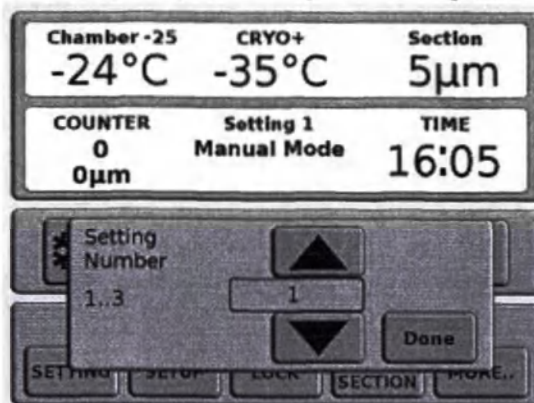

Рисунок 8.43
2. Нажмите кнопку *[SETTING]* (НАСТРОЙКА), появится всплывающий экран выбора настройки. (Рисунок 8.43) Номер текущей настройки отображается в поле значений.